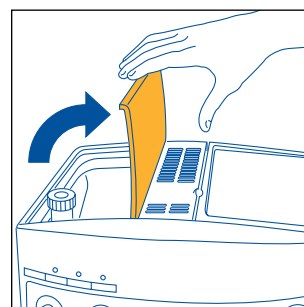

Fig. 2
- Luk låget til beholderen til kaffebønner op (fig. 2).